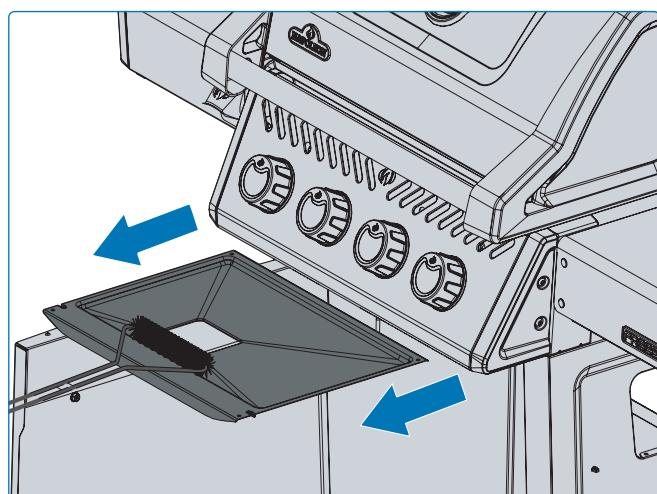

Abb. 23
- Reinigen Sie die Fettauffangschale alle 4–5 Benutzungen, um Fettansammlungen zu vermeiden (**Abb. 23**).